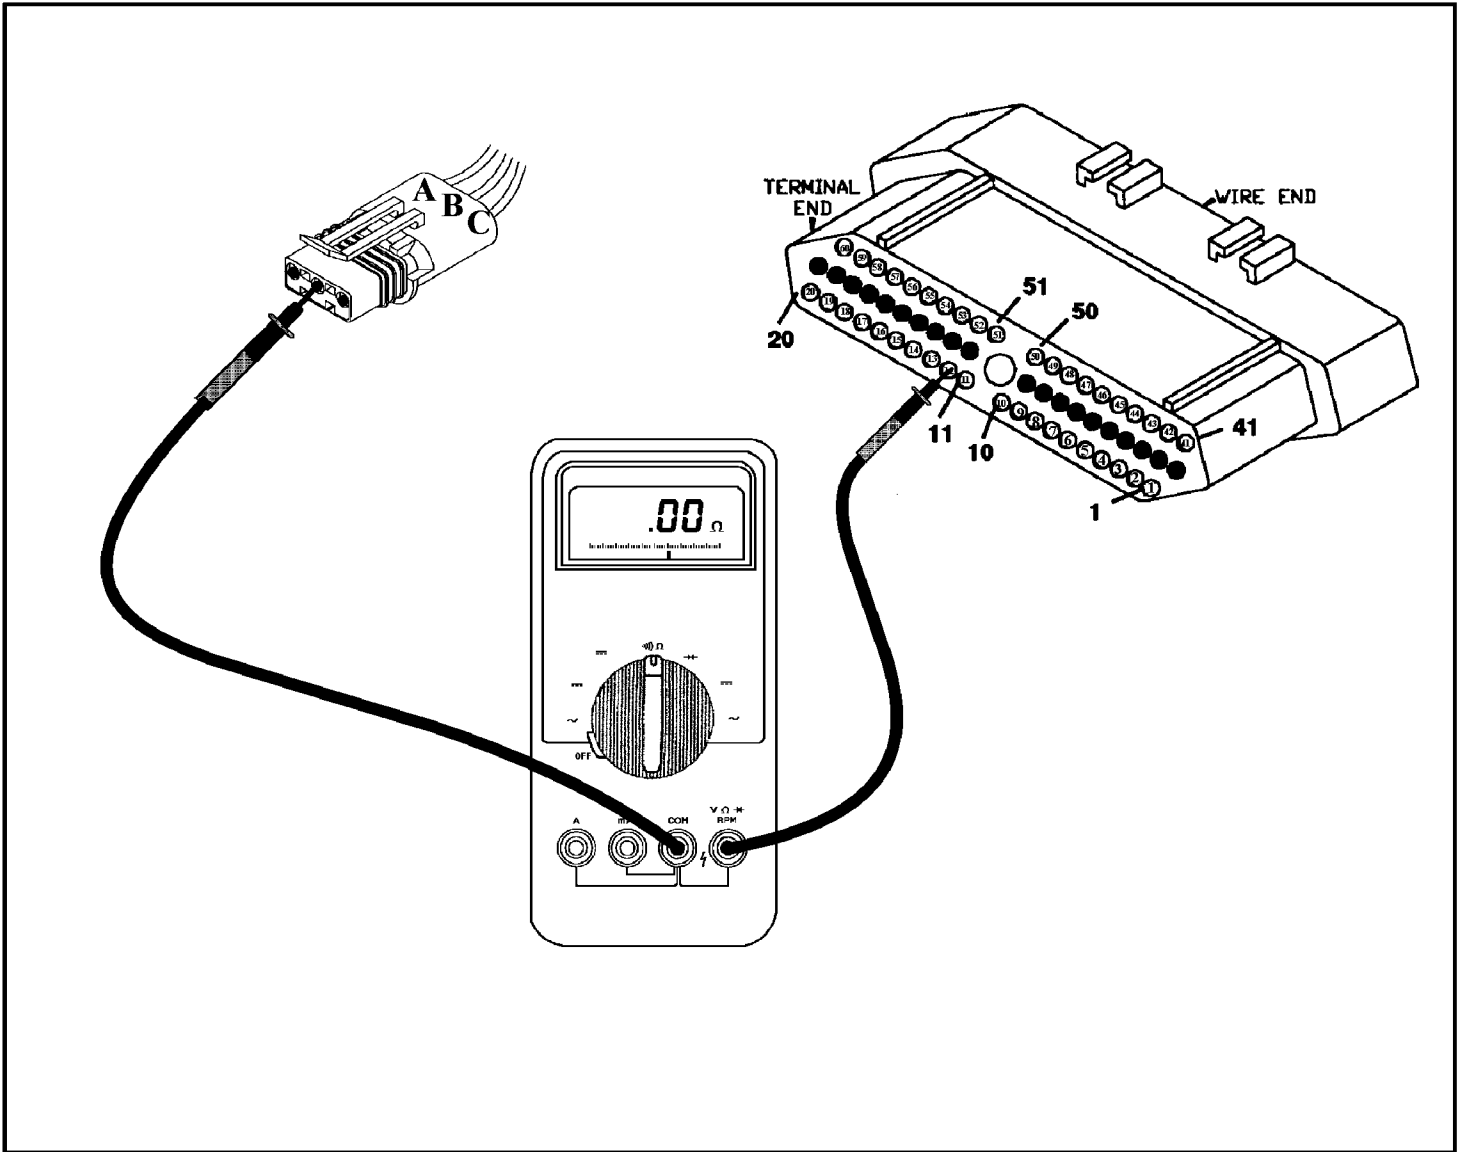

Figura 47
- Desconecte tanto el TCM como el TPS. Haga una prueba de continuidad desde el terminal B en el conector del TPS al terminal 12 en el conector del PCM (Vea la figura 47). Si no se observa continuidad, el alambre está averiado y tendrá que ser reparado. Si hay continuidad, reemplaze el TPS.